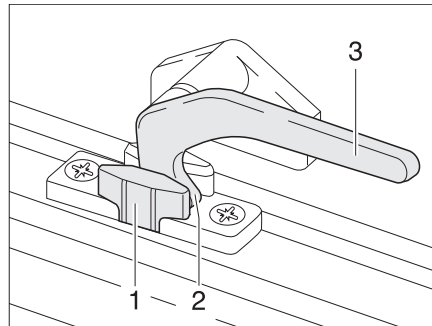

Fig. 37 Palanca de bloqueo en la posición de "ventilación continua"
- En la posición "ventilación continua" (Fig. 37)
- Girar la palanca de bloqueo (Fig. 37,3) un cuarto de vuelta hacia la mitad de la ventana.
- Girar de nuevo hacia atrás la palanca de bloqueo. El saliente de bloqueo (Fig. 37,2) se ha de introducir para ello en el rebaje del bloqueo de la ventana (Fig. 37,1).